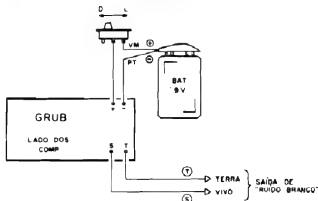

Fig.4
- FIG. 4 - O QUE FICA "DA PLACA PRA FORA..." - As conexões externas à placa são vistas na figura, que traz ainda o Impresso mostrado pela sua face não cobreada (comparar com a figura anterior, que mostra o mesmo la-